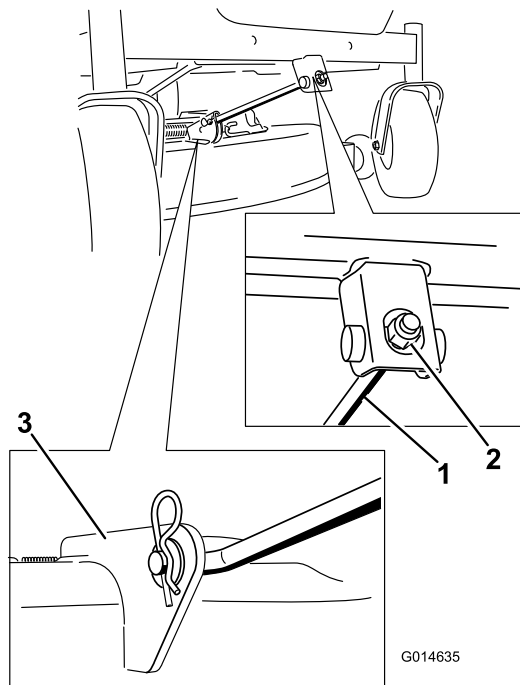

Figura 76
5. Remova o perno de gancho da barra de suporte da frente e remova a barra do suporte da plataforma (Figura 76).
8. Coloque a barra de suporte frontal na plataforma do cortador com o pino de segurança e perno de gancho (Figura 76).